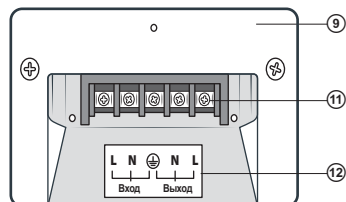

Рис. 4. Клеммная коробка
• Подключение производить только к выключенному стабилизатору. Для этого необходимо открыть клеммную коробку ⑨ и при помощи соответствующих кабелей (в комплект не входят) подключить к клеммам ⑪ стабилизатора соответствующую нагрузку, а затем подключить сам стабилизатор к сети 220 В согласно схеме ⑫ на рис. 4.